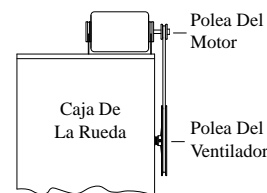

Fig. 3
- **Instale la polea del motor.** Instale la polea ajustable del motor para que quede alineada con la polea del ventilador (Véase fig. 3) y apriete el tornillo.